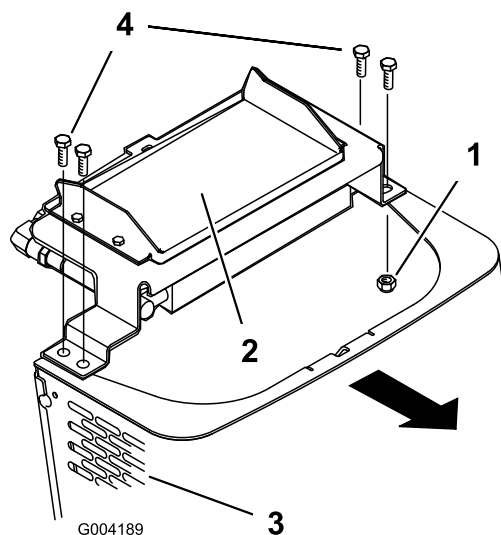

Figura 27
6. Rimuovere i bulloni di spallamento e i dadi che fissano il radiatore dell'olio alla parte superiore della griglia anteriore (Figura 27).